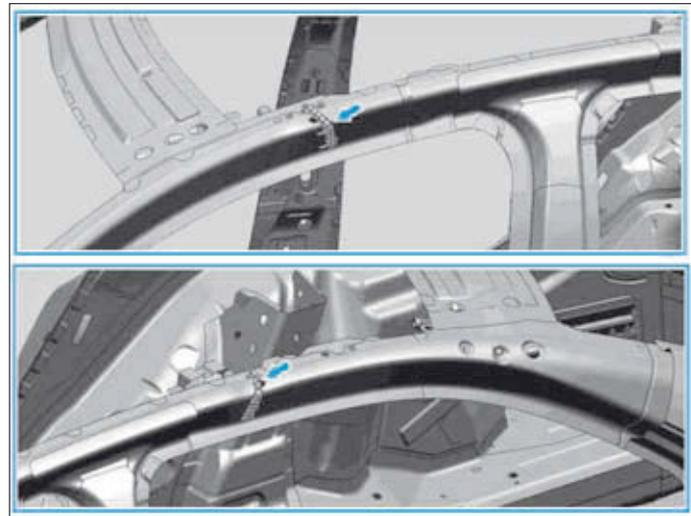

FIG. 155
- un cordon de produit d'étanchéité sur chacun des éléments en mousse repéré par des flèches (Fig.155).